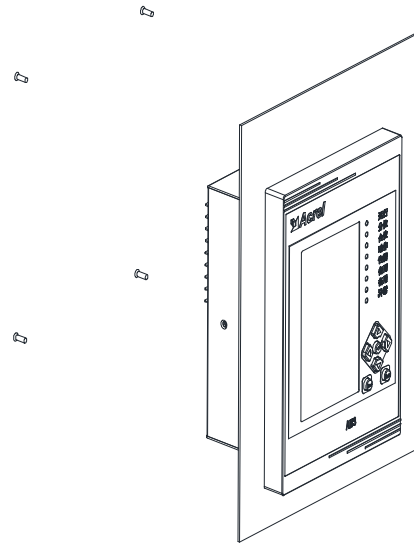

图 2
3. 旋转 4 个固定螺丝，使装置牢固固定在机柜面板上，如图 2。